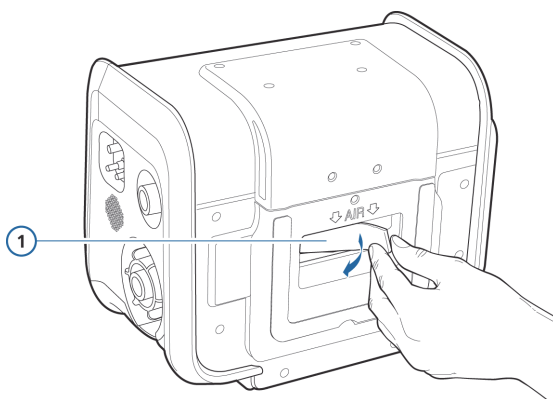

Figura 11-2. Retirada do filtro da entrada de ar (1)
7. Instale um novo filtro de poeira da entrada de ar (Figura 11-2) ou lave o filtro instalado com uma solução de sabão neutro e depois enxágue, seque e recoloque.